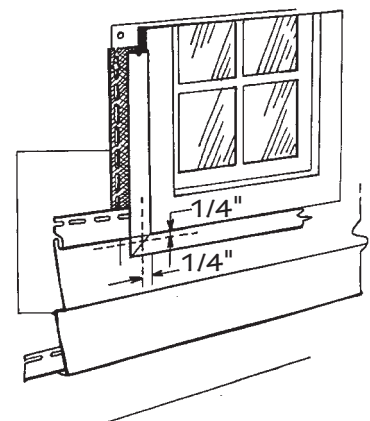

Figura 40.
- Coloque el panel debajo de la ventana y marque el ancho de la abertura de la ventana en el panel. Añada a ambos lados un espacio libre de  $\frac{1}{4}$ " aproximadamente para que el revestimiento se dilate y contraiga. Estas marcas representan los cortes verticales (Figura 40).